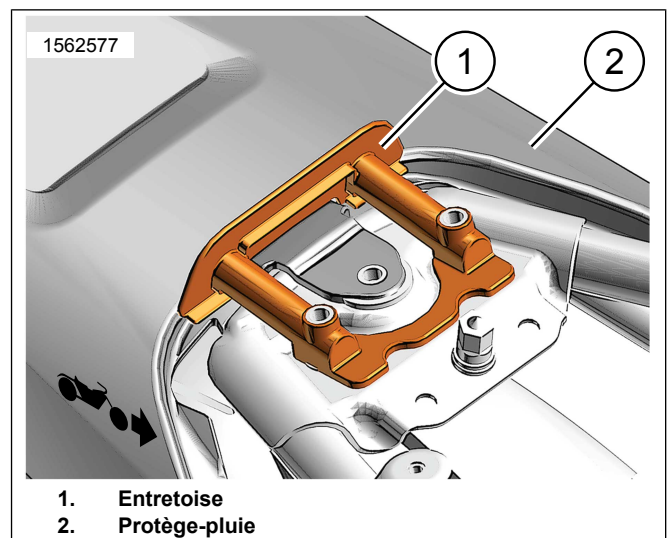

Figure 4. Entretoise
4. Voir la Figure 4. Posez l'entretoise (1).